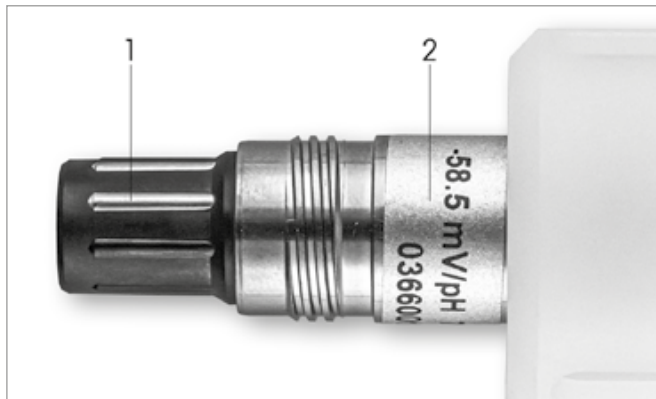

図1: InSUS pHセンサ (例)
3.5 センサラベル (図 1) またはセンサの品質証明書に記載されているスロープとゼロ点 (オフセット) の値を確認しておきます。スロープの値部分を押し、キーを使用して値 (mV/pH) を編集します。